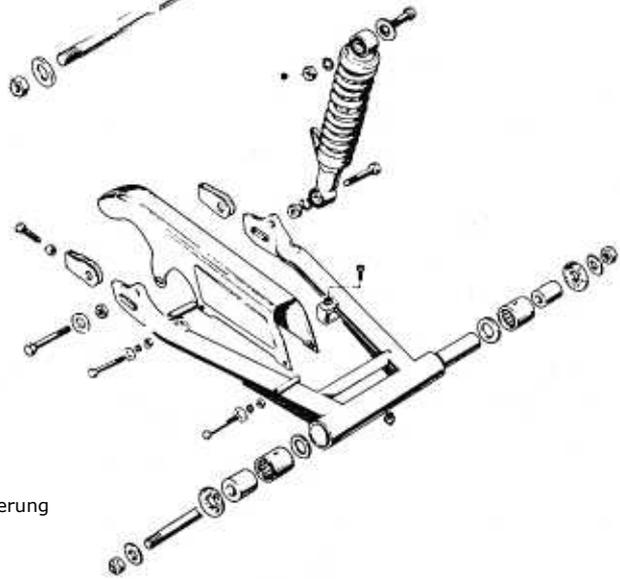

Bild 238
- Vor dem Ausbau der Rollenlager den Schmiernippel entfernen. Die beiden Dichtscheiben abnehmen, falls diese nicht schon beim Ausbau der Schwinge herausgefallen sind. Die Innenlaufringe der beiden Lager sorgfältig herausnehmen. Zwischen den Lagern sitzen eine Distanzhülse und zwei Anlaufscheiben. Mit einem langen Treibdorn jedes Lager von der Gegenseite her austreiben. Merken Sie sich die Anordnung aller Teile (Bild 238).